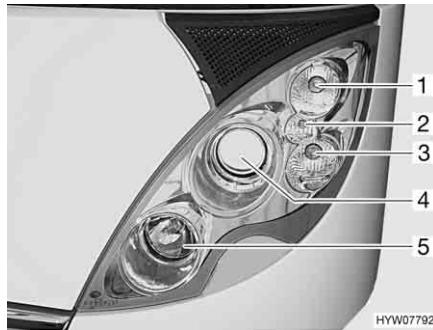
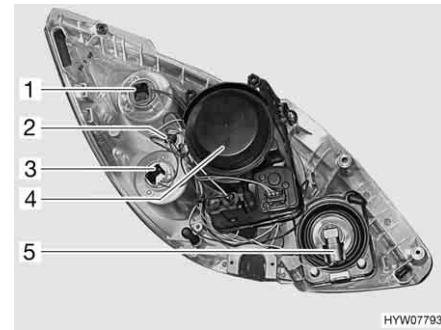

Fig. 198 Fari anteriori (lato anteriore)
Fig. 199 Fari anteriori (lato posteriore)
(Fig. 198,1 e Fig. 199,1)**
(Fig. 198,2 e Fig. 199,2)**
**Luce diurna (Fig. 198,3 e
(Fig. 198,4 e Fig. 199,4)**
**Abbagliante (Fig. 198,5 e